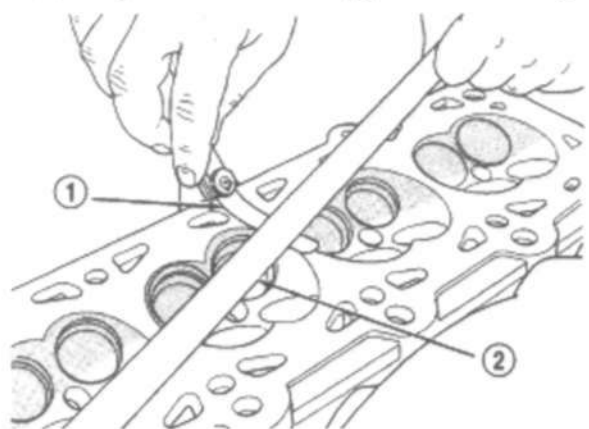

Рис. 6 Проверка плоскостности головки блока
- (1) Плоскостность головки блока должна быть в пределах 0.1 мм. (Рис. 6).
- (2) Проверить отсутствие забоин на шейках распределительного вала.